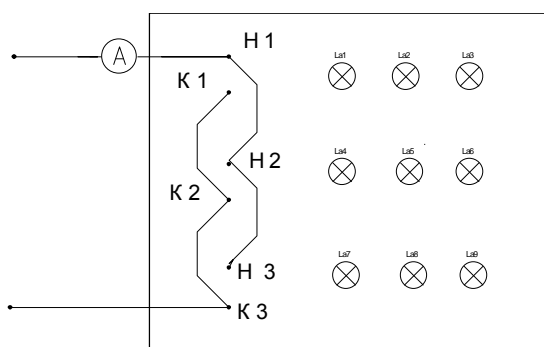

Рисунок 2. Схема параллельного соединения приёмников
4. Сделать вывод. Ознакомиться со схемой параллельного соединения приемников (рис.2). Собрать схему, проверить правильность включения.